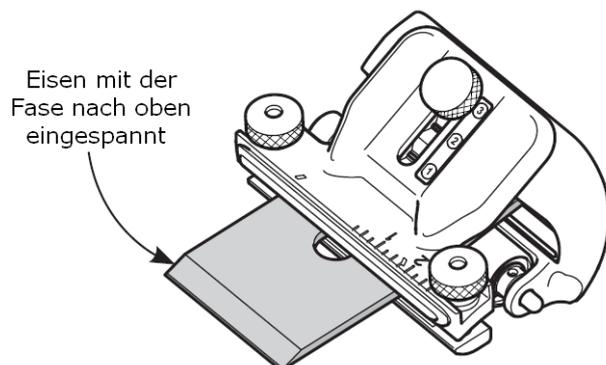

Abbildung 11: Einstellung zum Schleifen von 2. Fasen
Um 2. Fasen mit Winkeln von 10° oder mehr zu erzeugen bringen Sie den Einstreger einfach in den Einstellbereich ③ (grün) für 2. Fasen und verwenden Sie für den Einstellanschlag die grüne Skala der Einstelllehre. Klemmen Sie das Eisen mit der Fase nach oben (wie in **Abbildung 11** gezeigt) und bringen Sie den Mikrofasendrehknopf in die 12-Uhr Stellung.